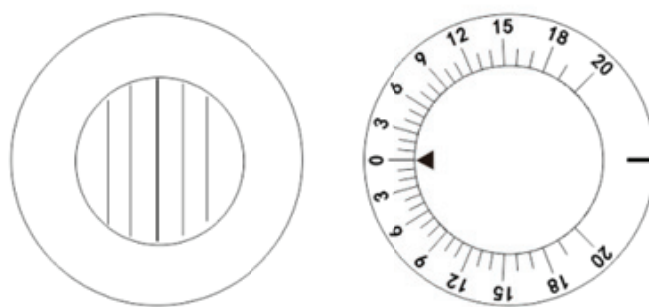
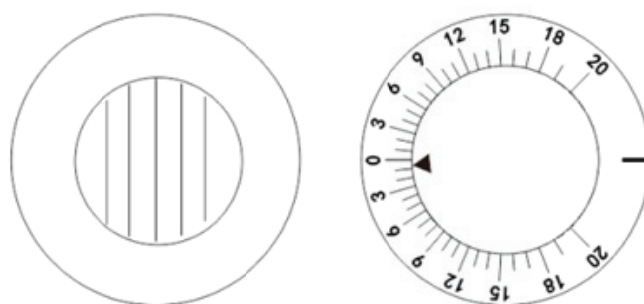

Fig.48
Fig.49
b. Apoi măsurați foria verticală. După cum se arată în Fig.48, rotiți butonul auxiliar al lentilei ② și setați MR_{RV} pentru ochiul drept. Rotiți lentila cu prismă de rotație ② pentru a seta ochiul stâng în poziție orizontală. Acum, Testee poate vedea linia roșie orizontală cu ochiul drept și punctul de lumină cu ochiul stâng. Apoi, folosind aceeași procedură de a, întrebați Testee când poate vedea linia roșie și punctul luminos se întâlnesc în timp ce rotește butonul de rotație al lentilei prisme ①. Când este prezentat ca Fig.49, Testee raportează că se întâlnesc, este 0,5, sub 0, indicând ochiul stâng este 0,5ΔD, numit heteroforie 0,5Δ în sus.